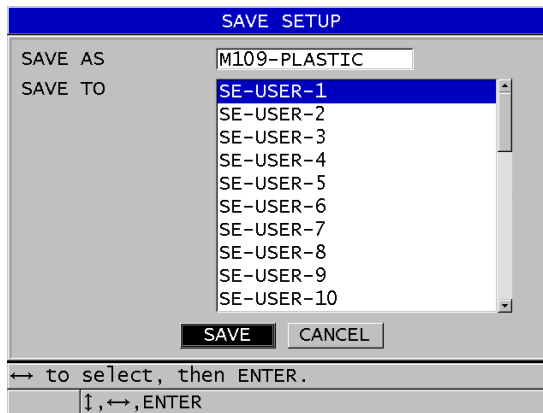

Figura 13-17 Salvando configurações personalizadas
4. Na tela **SALVAR CONFIG.** (veja Figura 13-17 na página 272).